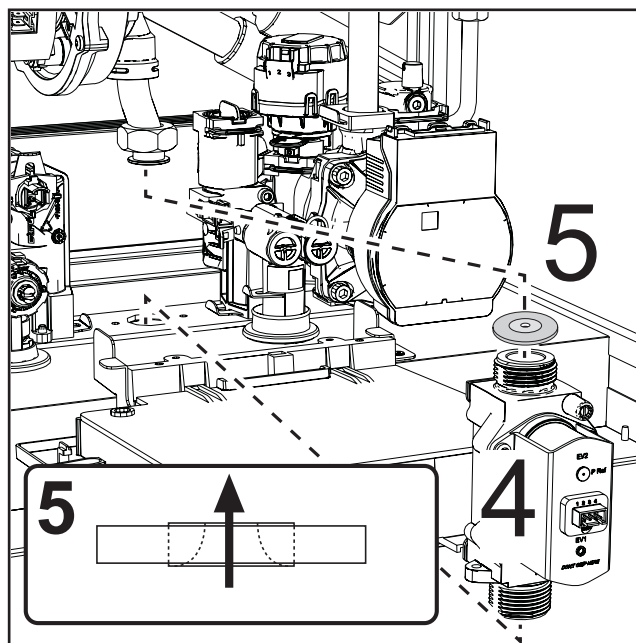

Рис. 46
- Извлеките газовый клапан «4» и газовую диафрагму «5» (рис. 46).